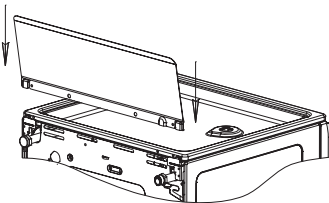

рис. 2
■ **Установка щитка на плиту (рис.2).** Щиток находится внутри плиты под нижней горелкой. Выемку щитка производить со стороны бетонного основания. Щиток устанавливается в пазы, расположенные за рабочим столом плиты в направлении, указанном стрелками.